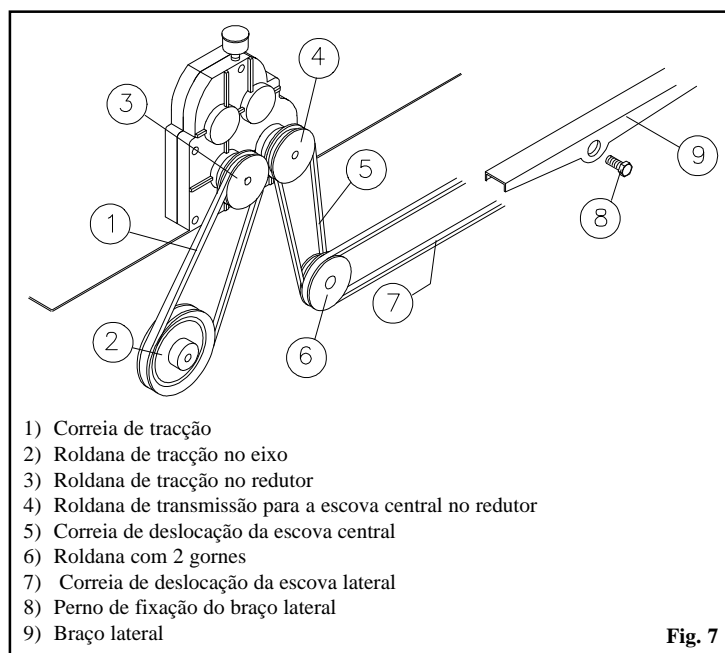

Fig. 7
- Retire a correia, **pos. 7, Fig. 7**, do gorne da roldana, **pos. 6, Fig. 7**.
- Retire a correia, **pos. 5, Fig. 7**, do gorne das roldanas, **pos. 4 e 6, Fig. 7**.
- Reposicione a correia, **pos. 7, Fig. 7**, na roldana, **pos. 6, Fig. 7**.
- Retire a correia, **pos. 7, Fig. 7**, da roldana, **pos. 6, Fig. 7**.
- Desenrosque o perno de fixação, **pos. 8, Fig. 7**, e faça sair os ganchos do braço lateral, **pos. 9 Fig. 7**, do tambor dentado louco.
- Retire a correia, **pos. 7**, do braço lateral, **pos. 9, Fig. 7**.
- Encaixe de novo o braço lateral, **pos. 9 Fig. 7**, do tambor dentado louco.
- Enrosque de novo o perno, **pos. 8, Fig. 7**.
- Insira a correia, **pos. 7, Fig. 7**, na roldana, **pos. 6, Fig. 7**.
- Desenrosque o parafuso de retenção da roldana, **pos. 4 Fig. 7**, e retire-o do eixo do redutor, tendo cuidado para não perder a chave.
- Desenrosque o parafuso de retenção da roldana, **pos. 3 Fig. 7**, e retire-o do eixo do redutor, tendo cuidado para não perder a chave.
- Retire a correia, **pos. 1, Fig. 7**.
- Insira a correia nova na roldana, **pos. 2, Fig. 7**.
- Monte a roldana no redutor, **pos. 3, Fig. 7**, com a correia já posicionada no respectivo gorne.